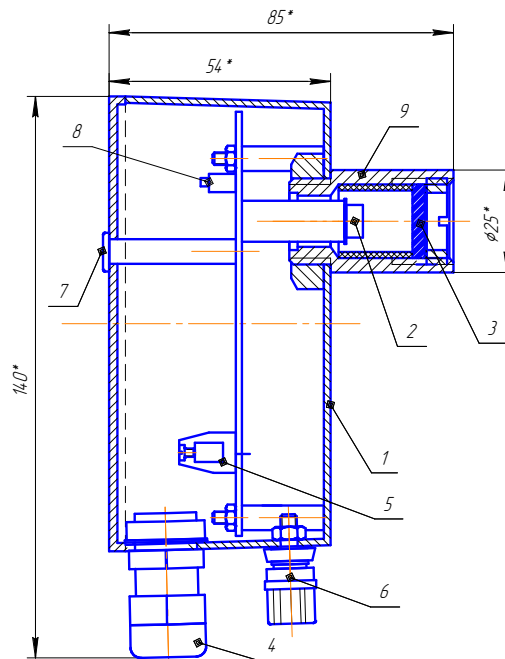
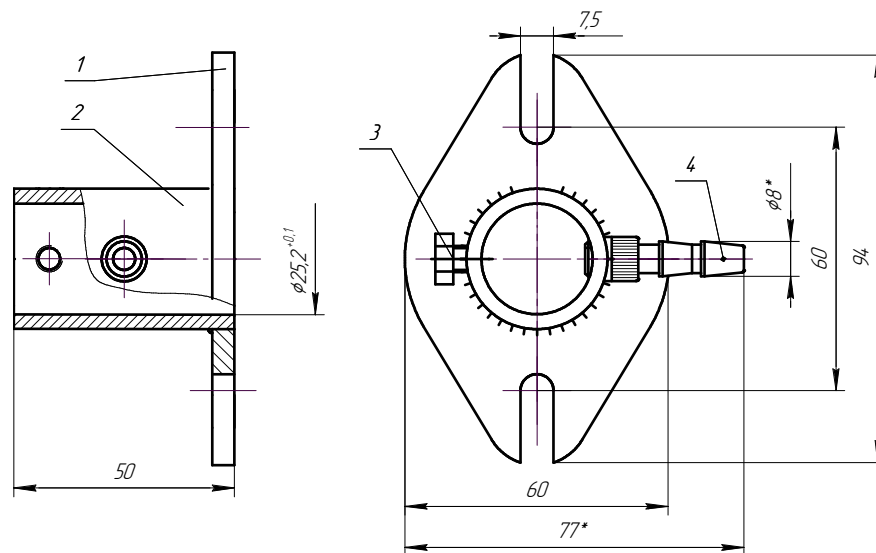

Рис.2 Конструкция фотодатчика
Рис.5. Фланец монтажный
Конструкция фотодатчика приведена на Рис. 2.
7.3. На корпусе расположен заземляющий зажим, поз.6 Рис.2., отмеченный знаком заземления.
9.1.2. Механическое крепление фотодатчика на объекте возможно на любой плоскости монтажным фланцем с обдувом воздухом Рис.5, с помощью винтов и гаек М5 или иным способом, используя установочный размер $\varnothing 25$ бленды поз.9 Рис.2.
1. Подключение внешних проводов к колодке клеммной поз.5 производить при ослабленной накидной гайке ввода кабельного поз.4 Рис.2.
10.2. При эксплуатации техническое обслуживание сводится к регулярному (в зависимости от запыленности помещения) поддержанию чистоты защитного окна, поз.3 Рис.2 и ежедневной проверке фотодатчика на функционирование в составе основного оборудования по состоянию светового индикатора.